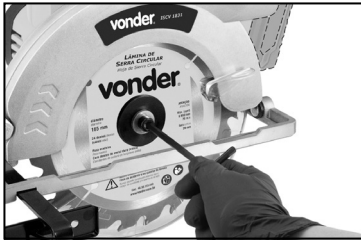

Fig. 5 – Soltando la brida
- b. Afloje la brida con la llave allen suministrada y retire la cuchilla del eje, Fig. 5.